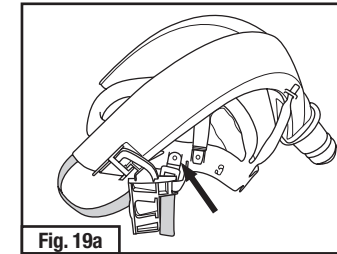

Fig. 19a
- Ubique los puntos de conexión de la banda o correa para el mentón en el arnés. La Fig. 19a muestra una correa para el mentón anexa con la flecha hacia la conexión en el arnés.